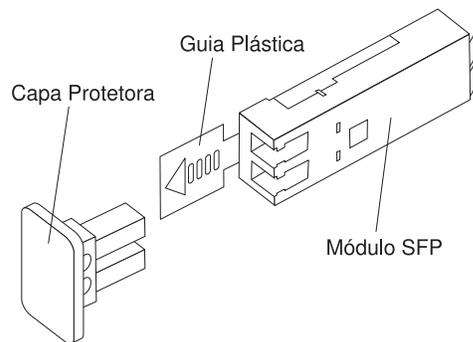

Figura 16. Módulo SFP (Small Form-Factor Pluggable)
2. Remova a capa protetora do módulo SFP, conforme mostrado na Figura 16. Guarde a capa protetora para uso futuro.
2. Se necessário, remova a capa protetora do módulo SFP, conforme mostrado na Figura 16 na página 22. Guarde a capa protetora para uso futuro.